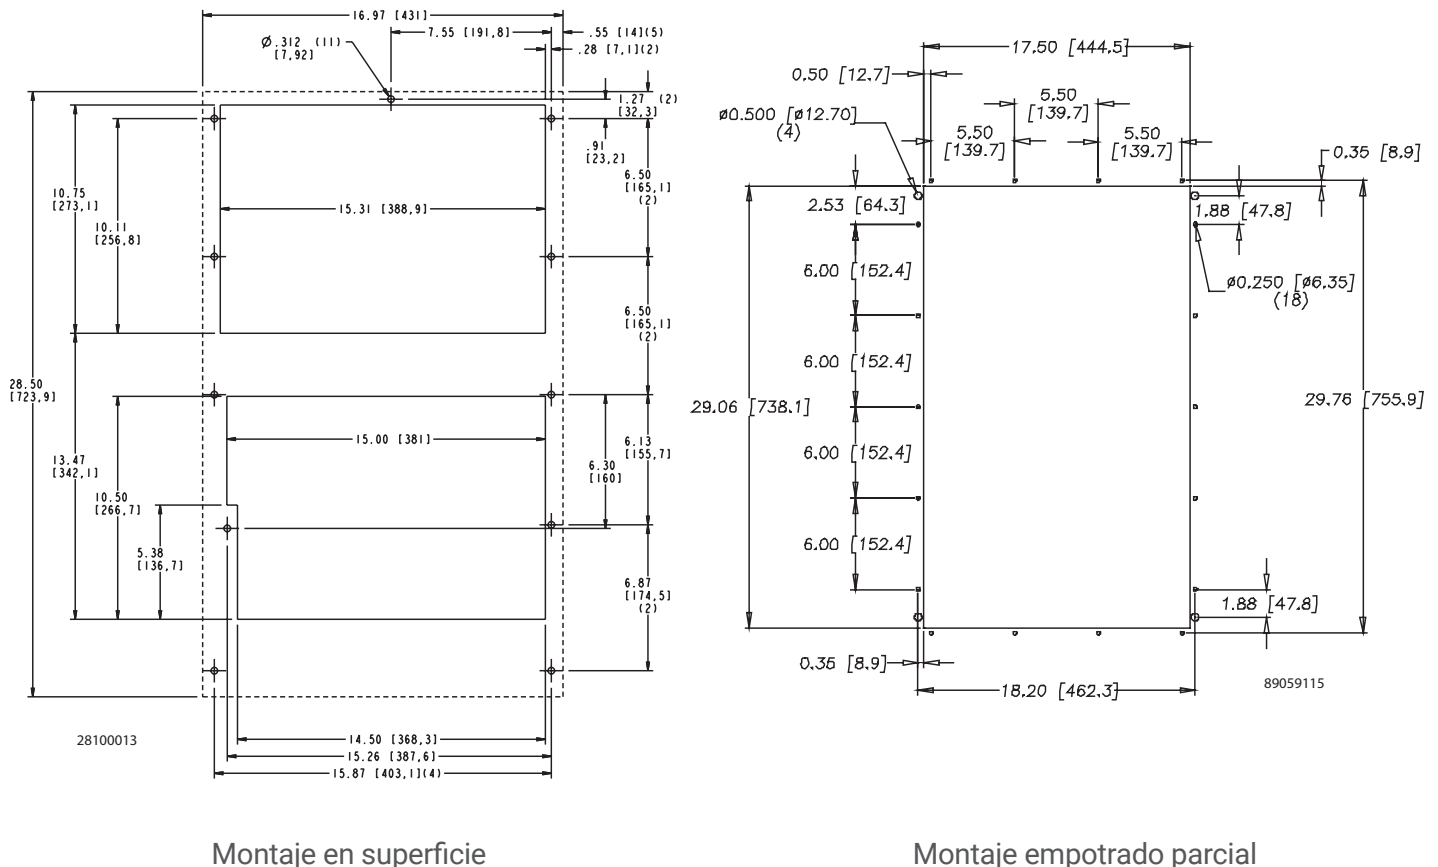

Figura 1
2. Con el kit de junta de montaje proporcionado con la unidad, instale las juntas en el aire acondicionado; consulte la Figura 1.
5. Deje la unidad en posición vertical durante un mínimo de cinco (5) minutos antes de arrancar. ¡PRECAUCIÓN! El aire acondicionado debe estar en posición vertical durante el funcionamiento.